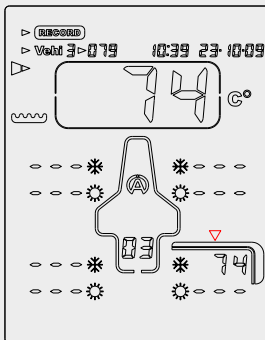

Figura 5
6) Premere il tasto centrale  per registrare la pressione misurata, l'ora e la data quindi Tyrecontrol si sposta automaticamente sul prossimo pneumatico secondo la sequenza programmata nel modo SETUP. Nell'esempio (figura 5), lo strumento si posiziona sulla misura della temperatura al centro del pneumatico posteriore sinistro.
- 7) Applicare il sensore di temperatura sul pneumatico come indicato sullo schermo con la freccia (figura 5).